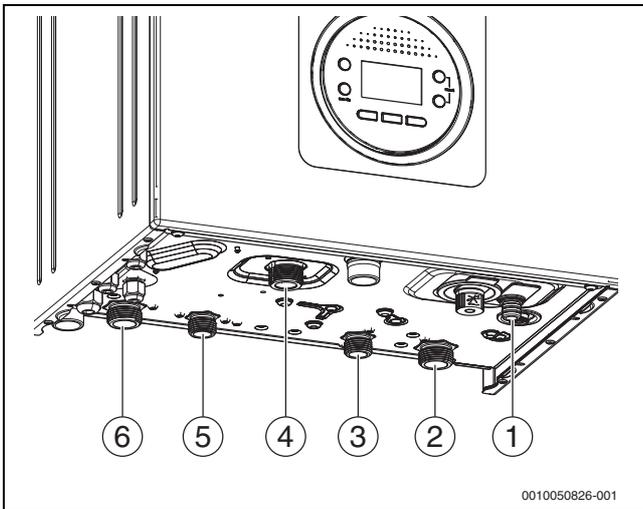

Fig. 20 Conexiones de las tomas de agua y de gas (Accesorios)
- ▶ Abrir la llave de agua fría (→ fig. 20) y abrir un grifo de agua caliente hasta que salga agua.
- ▶ Abrir las llaves de impulsión y de retorno de la calefacción (→ fig. 20).
- ▶ Llenar la instalación de calefacción a 1,5 bar en el dispositivo de llenado (→ fig. 20) y cerrar nuevamente el dispositivo de llenado.